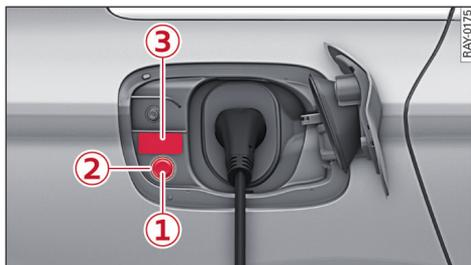

图 67 汽车右后侧：由汽车充电接口、按钮和 LED 组成的充电单元
- ▶ 给汽车开锁并在解锁了的汽车上按按钮 ① ⇒ 93 页, 图 67。
- ▶ 在给汽车解锁后点按按钮 ① ⇒ 93 页, 图 67。
⇨ 93 页, 图 67。在充电单元上的标贴 ③ 上标有关于不同显示的信息。